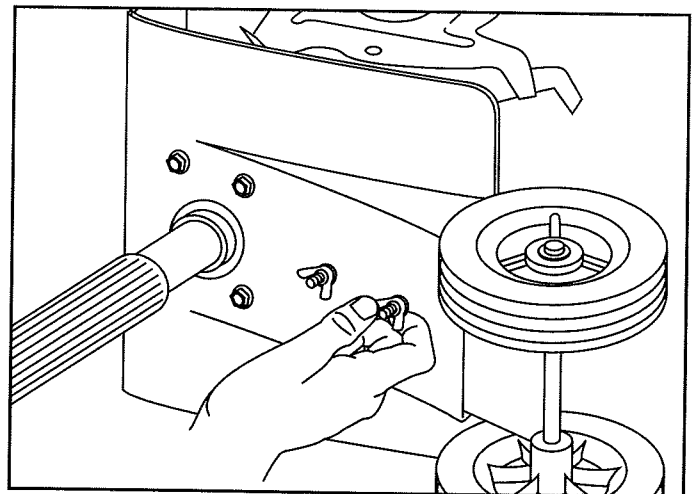

Fig. 3
4. Certifique-se de que o ombro quadrado das cavilhas atravessou os orifícios ranhurados no suporte das rodas. Aperte as porcas de orelhas (Fig. 3).